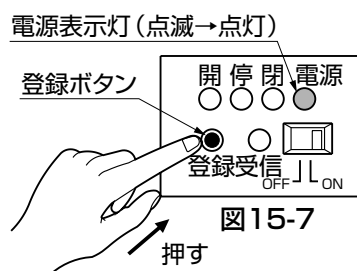

図15-7
- ④リモコン送信器の登録完了後、リモコン受信器の登録ボタンを押して登録または電源表示灯が「点灯」に変わるまで待ってください。（図15-7参照）